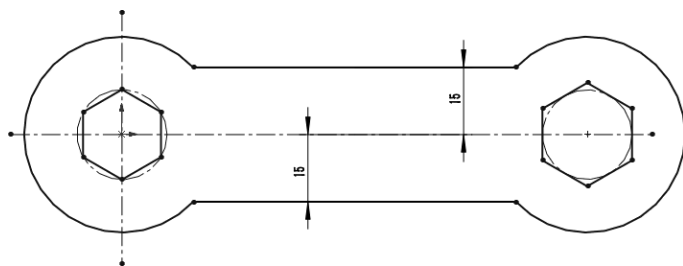

图 2-129 绘制正六边形效果
STEP 8 单击“草图”工具栏中的“多边形”按钮, 以两个圆的圆心为中心点，分别以“外接圆”和“内切圆”的方式绘制两个正六边形，如图 2-129 所示。